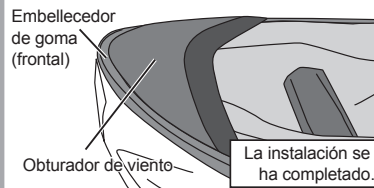

Fig. 4
4. Meta el forro intermedio hasta que el borde de la goma del marco quede casi plano con el obturador de viento para completar la colocación (Fig.4).